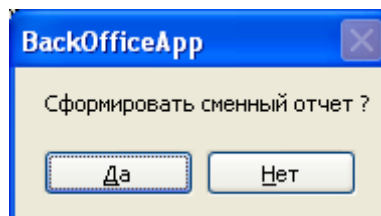

Рисунок 11.5 – Подтвердить создание отчета
7. В открывшемся окне подтвердить необходимость создания отчета, нажав кнопку «Да» (рис. 11.5)